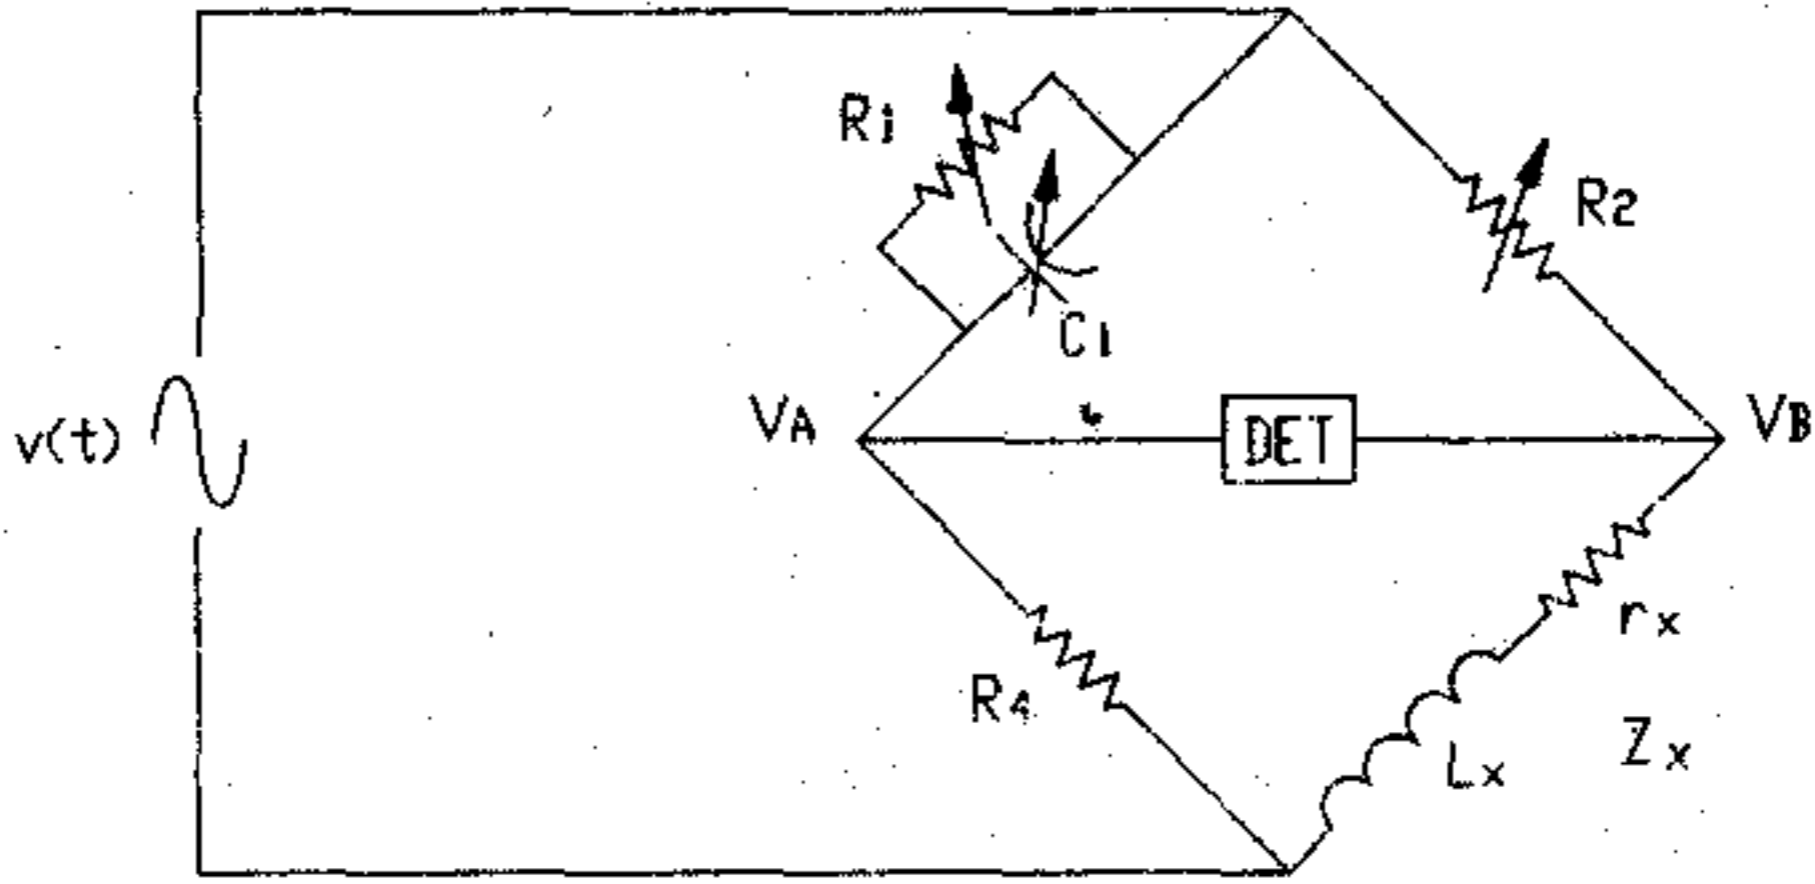

Figura 9
- a) Arme el circuito de la figura 9 con los siguientes valores: